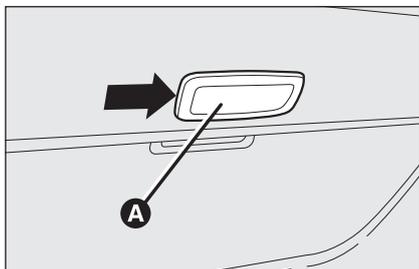

fig. 40
- intervenga en el punto indicado por la flecha y extraiga la lámpara de techo **A**-fig. 40;